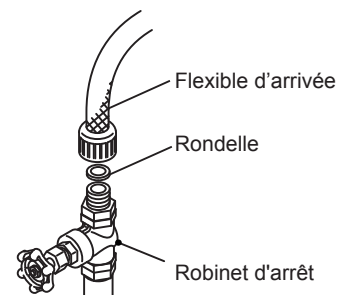

Fig. 4
1) Raccorder l'extrémité libre du tuyau d'arrivée d'eau au robinet d'arrêt (Fig. 4), en veillant à placer correctement la rondelle d'étanchéité. Serrer manuellement de manière à obtenir un raccordement étanche. Il est prudent d'avoir un robinet d'arrêt à proximité.
- 4) Fermer la conduite d'alimentation en eau potable grâce au robinet d'arrêt. Voir fig. 4.